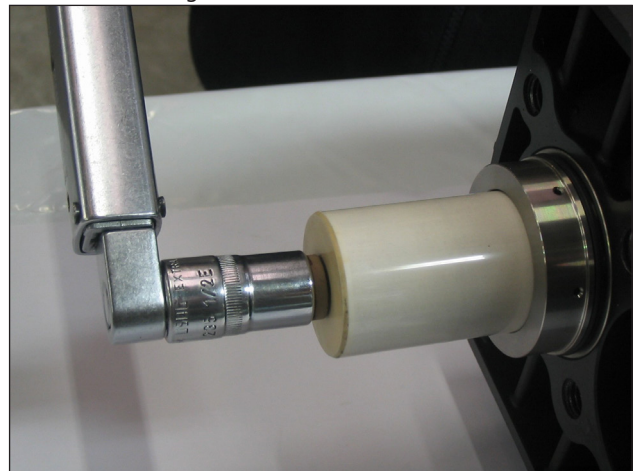

Fig. 23
A) Solte os parafusos M7x1 de fixação do pistão, conforme indicado na Fig. 23.